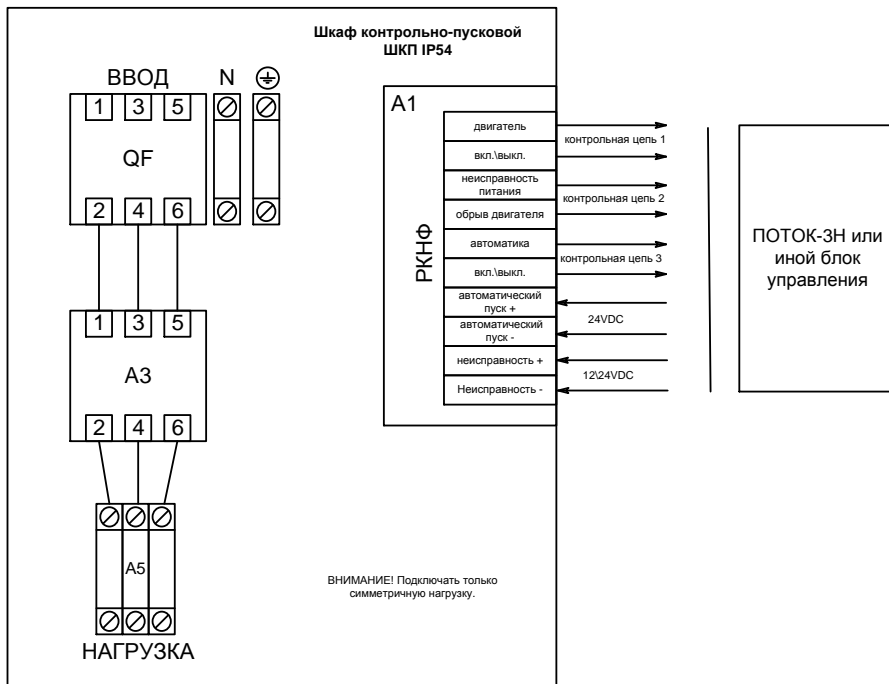

Рисунок 3. Схема электрическая подключения шкафа при эксплуатации
- 3) подключить к шкафу провода питающего сетевого напряжения, цепей нагрузки и контроля состояния согласно схеме электрической рис. 3;
- Максимально допустимое отклонение напряжения выставляется потенциометром 2 (см. рис. 3). $\Delta U_{\text{ном}}$ определяет одновременно верхний и нижний пороги срабатывания. Таким образом, входное напряжение будет считаться допустимым в диапазоне от $(220 - \Delta U_{\text{ном}})$ В до $(220 + \Delta U_{\text{ном}})$ В. $\Delta U_{\text{ном}}$ может принимать значения от 0 В (крайнее левое положение потенциометра) до 80 В (крайнее правое положение потенциометра).
- Время интегрирования неисправности (время задержки срабатывания) выставляется регулятором 3 (см. рис. 3). t_c определяет время накопления неисправности (восстановления) и может принимать значения от 0 с (крайнее левое положение потенциометра) до 16 с (крайнее правое положение потенциометра).